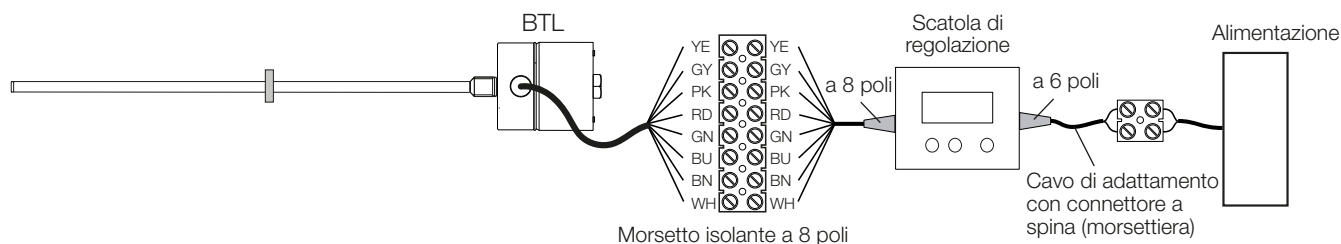

Fig. 6-1: Collegamento della scatola di regolazione BTL7-A-CB02-K
1) Colore consigliato dei fili nell'utilizzo della scatola di regolazione (vedere Fig. 6-1 a pagina 17)